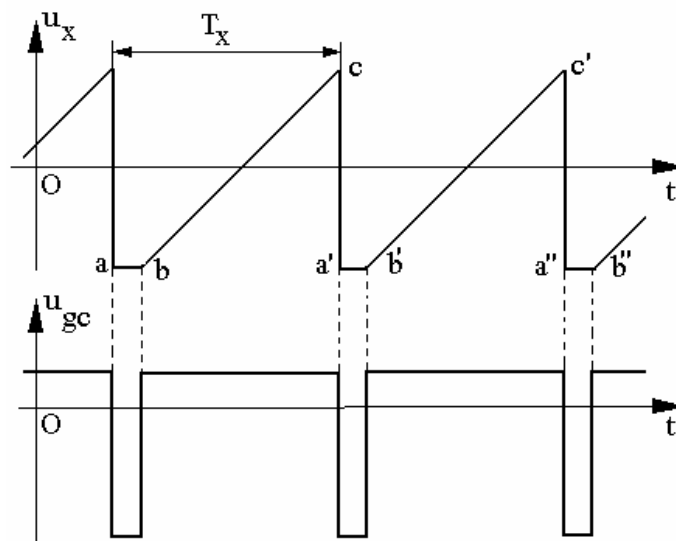

Fig. 2
Deplasarea spotului pe orizontală (axa timpului) este asigurată de semnalul de tensiune notat  $u_{Ax}(t)$  de la ieșirea amplificatorului pe orizontală. La intrarea acestui amplificator, cu amplificarea totală  $A_x$ , se pot aplica printr-un comutator accesibil operatorului, fie un semnal extern (de formă oarecare necesar pentru obținerea pe ecran de exemplu a figurilor Lissajoux), fie un semnal de tensiune intern (generat în interiorul osciloscopului) de forma din fig. 2. Semnalele din fig. 2 sunt periodice de perioadă  $T_x$ . Important este că pe anumite durate de timp
(după cum se observă în fig. 2) tensiunea  $u_x$  are viteză de creștere constantă (nenulă). Semnalele de acest tip se numesc **liniar variabile** (în dinți de fierăstrău). Se poate explica deplasarea spotului pe orizontală utilizând fig. 2 în care apar două semnale de tensiune de aceeași perioadă; unul se aplică la intrarea amplificatorului pe orizontală iar celălalt între grila și catodul tubului catodic,
Prin creșterea frecvenței semnalelor din fig. 2 ( $T_x$  se micșorează) panta semnalului liniar variabil crește și deci viteza de trecere a spotului de la stânga la dreapta va crește. Operatorul poate modifica perioada  $T_x$  prin acționarea unui comutator (**comutatorul bazei de timp**) situat pe panoul frontal. Se modifică astfel sensibilitatea de deplasare a spotului pe orizontală între  $[0,2\mu\text{s/div}] \leq S_x \leq 0,5[\text{s/div}]$ . De asemenea, ca și în cazul amplificatorului pe verticală, operatorul poate acționa de la panoul frontal un potențiomtru care modifică polarizarea plăcilor
Cele două semnale din fig. 2 sunt generate intern de un circuit numit **bază de timp**. Baza de timp are două moduri de funcționare principale,
- **modul declanșat**, când semnalul liniar variabil începe de la valoarea minimă (corespunzător punctului **b** în fig. 2) pentru o valoare a semnalului de declanșare care poate fi reglată de operator dintr-un potențiomtru notat **NIVEL**. După declanșare spotul se deplasează de la stânga la dreapta (o singură cursă) urmează stingerea și o nouă declanșare numai dacă semnalul de declanșare are valoarea de declanșare anterioară (în caz contrar spotul stă stins până semnalul de declanșare ajunge la valoarea reglată de operator). Baza de timp poate fi declanșată de semnalul necunoscut aplicat la intrarea **Y** (se obține sincronizarea semnalului necunoscut) sau de un alt semnal aplicat pe o bornă de intrare accesibilă pe panoul frontal. Modalitățile de funcționare ale bazei de timp pot fi schimbate de operator prin acționarea **comutatorului de sincronizare** al bazei de timp (comutatorul de sus). Obișnuit, acesta stă pe pozițiile ”+” sau “-“, “automat”.